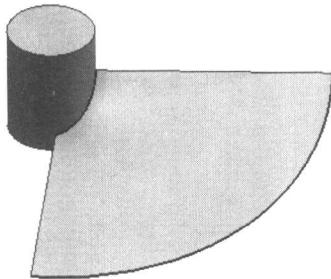

图1-15
7. 使用【通过曲线组】功能，创建片体，结果如图 1-15 所示。